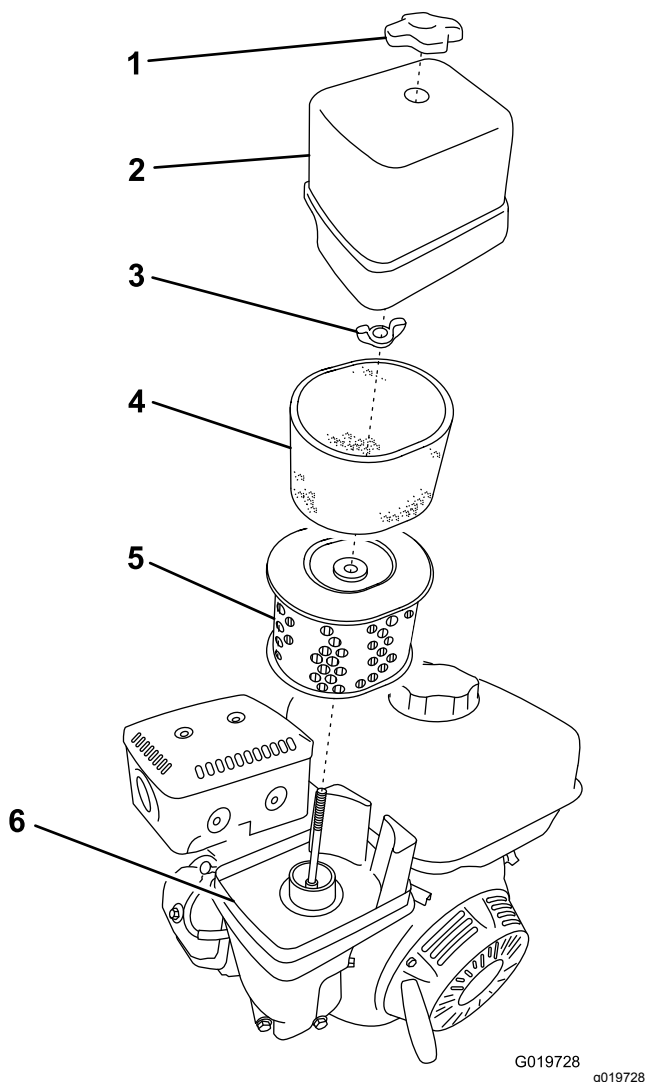

Figura 43
3. Retire la tuerca que sujeta la tapa (Figura 43).
5. Separe cuidadosamente de la base los elementos de gomaespuma y de papel (Figura 43).
6. Separe el elemento de gomaespuma del elemento de papel (Figura 43).